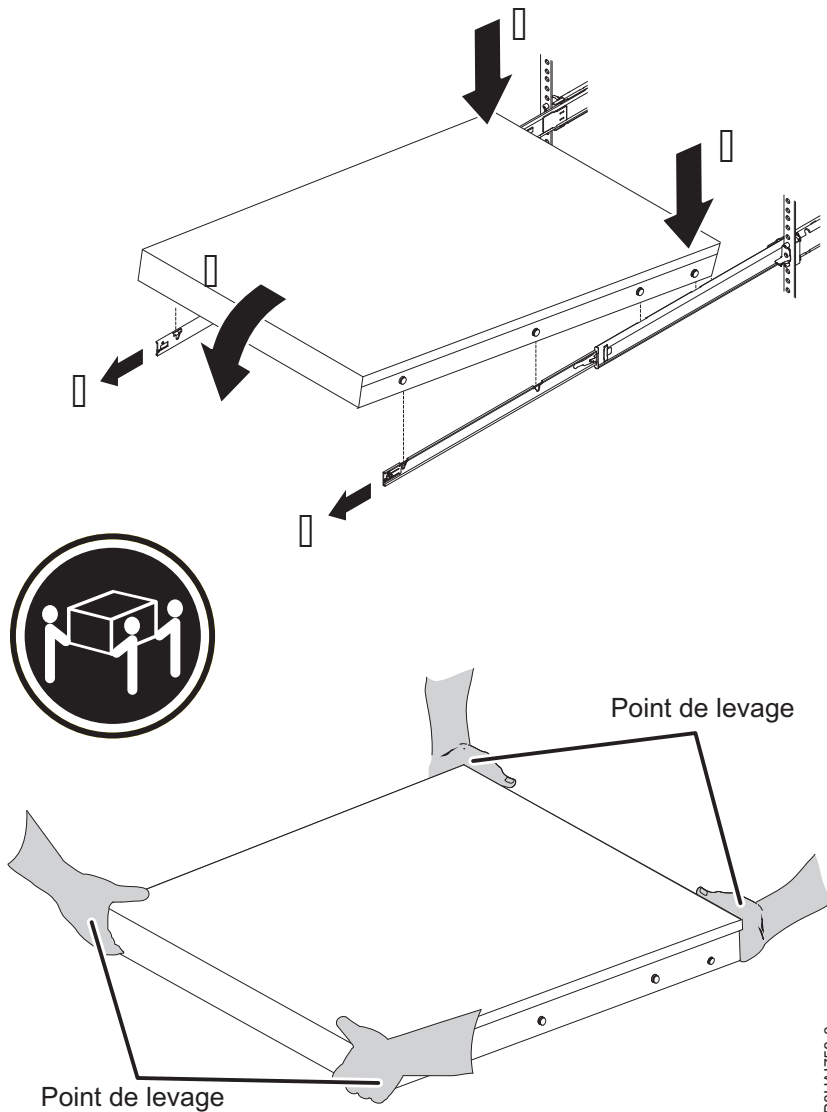

Figure 57. Glissières déployées, têtes de clou du serveur alignées sur les emplacements des rails, et points de levage
**Remarque :** Soulevez le serveur avec précaution. Si vous installez un serveur de 1 U, le serveur doit être soulevé par deux personnes. Leurs mains doivent être positionnées comme illustré dans la figure 57.
7. Soulevez les leviers de verrouillage (1) situés sur les glissières et poussez le serveur (2) sur toute sa longueur dans l'armoire, jusqu'à ce qu'il soit en place.